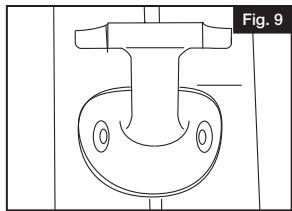

Fig. 9
- 3.** Serrer à l'aide d'une pince l'assemblage de la main courante au support d'angle intérieur. À l'aide d'une mèche de $\frac{13}{64}$ " (0,5 cm), pré-percer et fixer le support à l'aide des vis fournies (Fig. 9).